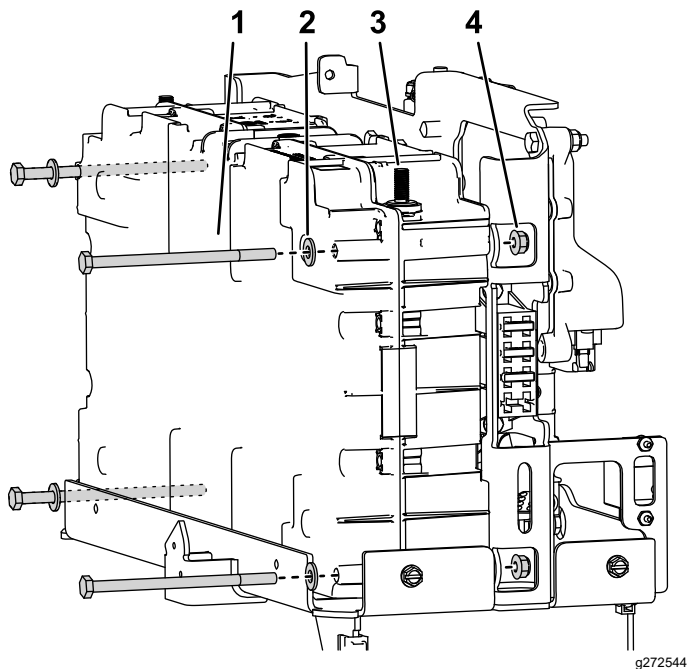

**Figure 7**
2. Desserrez les 8 vis qui fixent le couvercle de la batterie et déposez le couvercle (Figure 7).